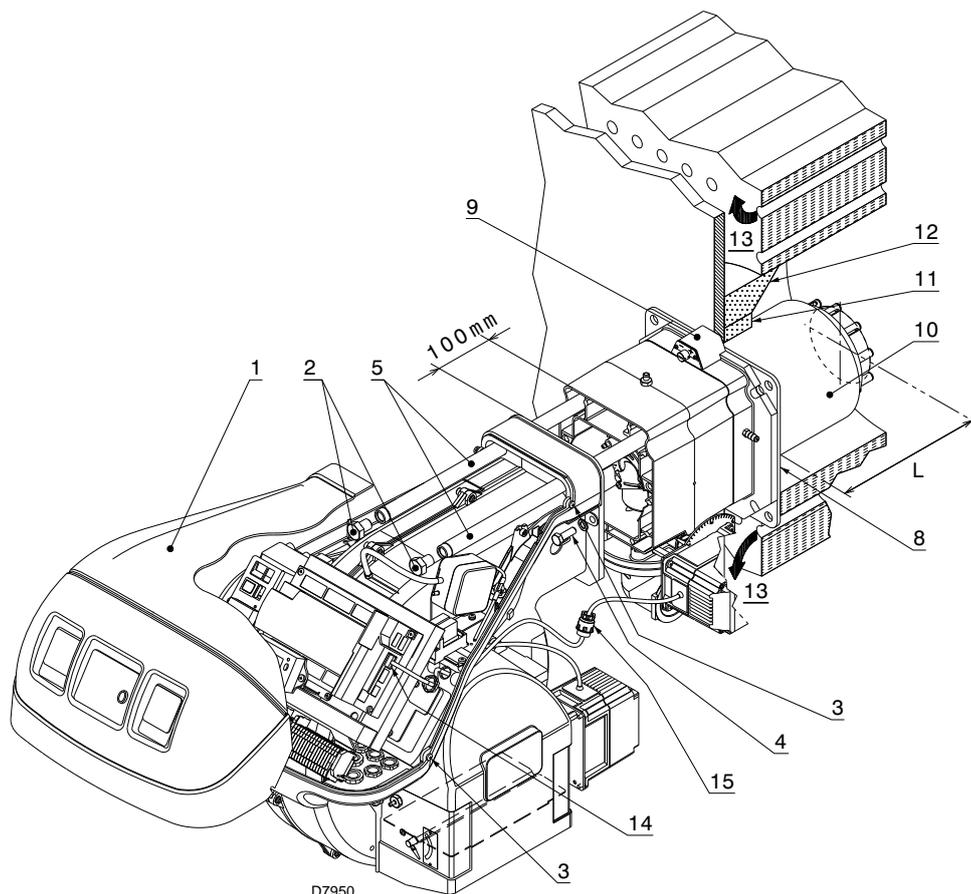

Abb. 13
Die Länge des Flammrohrs 10)(Abb. 13) wird entsprechend der Angaben des Heizkesselherstellers gewählt und muss in jedem Fall größer sein, als die Dicke der Kesselklappe einschließlich hitzebeständigem Material.
Die erhältlichen Längen L)(Abb. 13) sind:
Trennen Sie dann den Flammkopf vom übrigen Teil des Brenners, Abb. 13.
Befestigen Sie nach diesem eventuellen Vorgang den Flansch 9)(Abb. 13) an der Platte des Heizkessels und fügen Sie die beiliegende Isolierdichtung 8) ein.
- Montieren Sie den Brenner wieder auf den Gleitschienen 3)(Abb. 13) in etwa 100 mm Entfernung zur Muffe 4);
- Schließen Sie den Stecker des Stellmotors 14)(Abb. 13) an und schrauben Sie den Kabeldurchgang 15) ein;